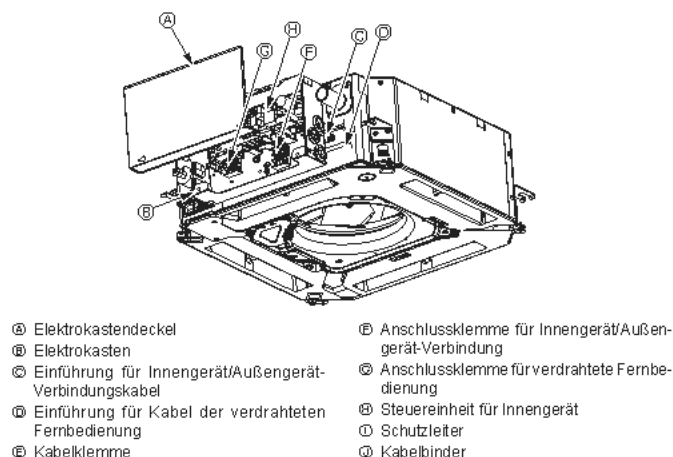
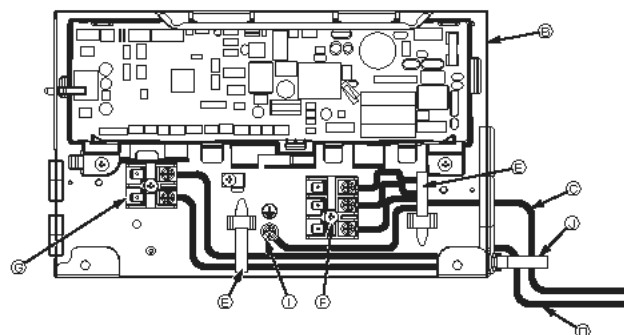

Fig. 7-1
Fig. 7-2
7.2. Innengerät (Fig. 7-1) (Fig. 7-2) (Fig. 7-3)